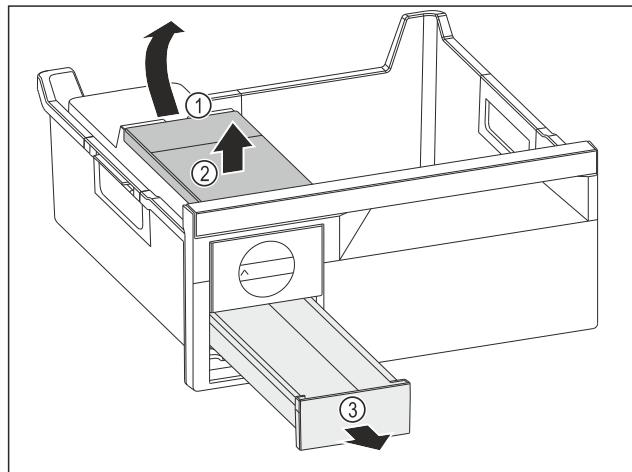

Fig. 81
- Odobratie nádržky na vodu: Nádržku na vodu nadvihnite za vybranie Fig. 81 (1).
- Nádržku na vodu Fig. 81 (2) odoberte smerom nahor.
- Zásuvku na kocky ľadu Fig. 81 (3) odoberte smerom nahor.